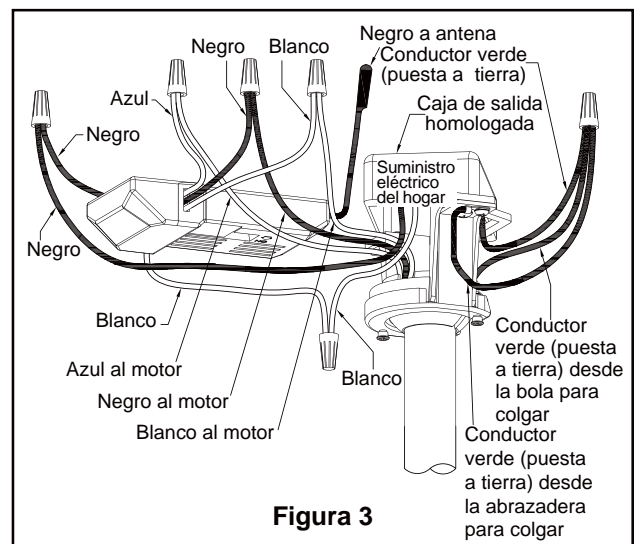

Figura 3
### Uso del soporte (Figura 3)
3. Afloje los dos tornillos de fijación del soporte del barral. Introduzca los cables de color negro, blanco y azul de soporte para techo a través de la varilla. (Figura 3)
1. Fije bien la abrazadera para colgar a la caja de salida (no se incluye) con los tornillos y las arandelas provistas con la caja de salida. (Figura 3)
- 1. Conecte los conductores verdes de la abrazadera para colgar y la varilla al conductor desnudo (a tierra) con el conector de cables. Conecte el conductor negro de la unidad receptora marcado "AC IN L" al conductor negro de alimentación con el conector de cables. Conecte el conductor blanco de la unidad receptora marcado "AC IN N" al conductor blanco de alimentación con el conector de cables. Conecte el conductor blanco de la unidad receptora marcado "TO MOTOR N" al conductor blanco del ventilador con el conector de cables incluido con la unidad receptora. Conecte el conductor negro de la unidad receptora marcado "TO MOTOR L" al conductor negro del ventilador con el conector de cables que se adjunta con la unidad receptora. Finalmente, conecte el conductor azul de la unidad receptora al conductor azul de la iluminación del ventilador con el conector de cables que se adjunta con la unidad receptora. (Figura 3)
3. Coloque un aspa en la parte inferior de un brazo de soporte del aspa, colocando los orificios sobre los postes roscados. Apriete los tornillos con cabeza de dentada para asegurar el aspa y el brazo del soporte del aspa. (Figura 3)
3. Para que el ventilador sea funcional, instale las pila (incluidas) de 23A/12V en el transmisor del mando a distancia. Mientras el ventilador esté apagado. A continuación, siga el proceso de fijación remota de código. Si no se utiliza el ventilador durante un largo periodo de tiempo, extraiga la batería para evitar cualquier daño al transmisor. Almacene el mando a distancia en un lugar alejado del calor o la humedad excesiva. (Figura 3)